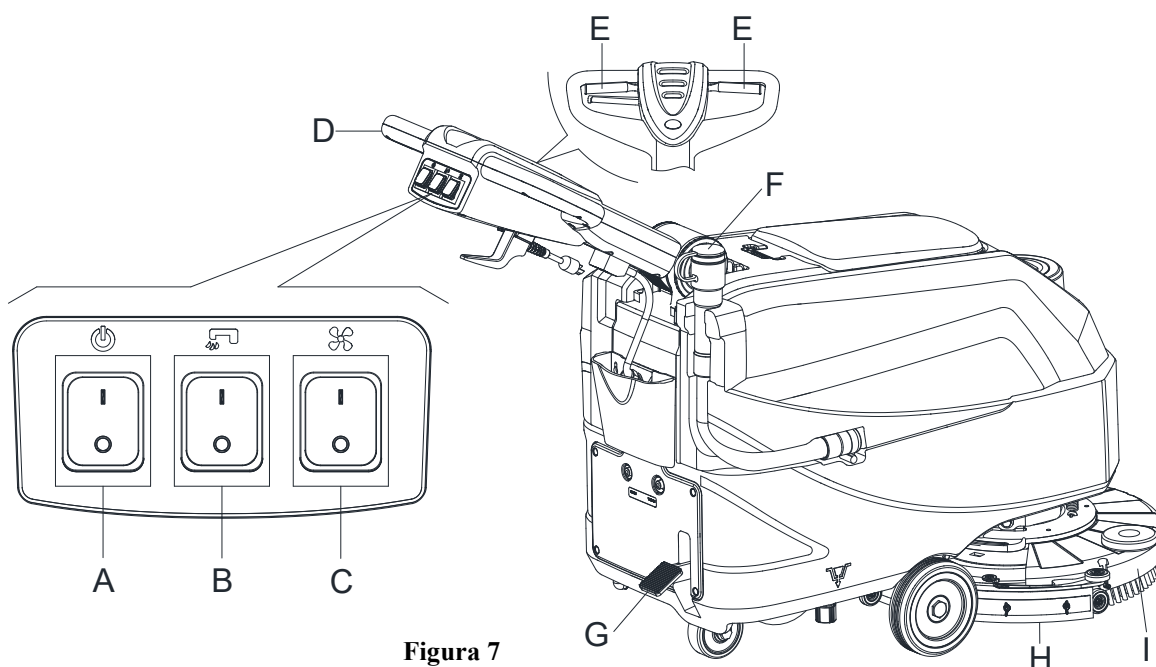
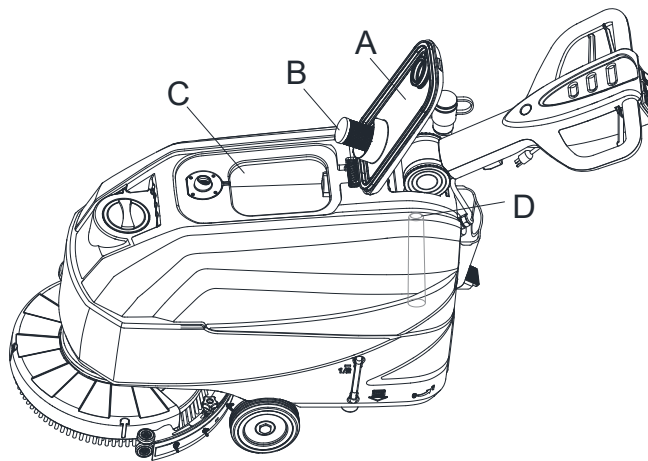

Figura 7
Figura 9
2. Duceți mașina spre zona de curățat, împingând-o cu mâinile pe ghidon (D, Figura 7).
3. Coborâți puntea suportului periei/lavetei (I, Figura 7) și raçleta (H) ridicând pedala (G).
4. Acționați comutatorul de alimentare (A, Figura 7) în poziția „I”.
5. Acționați comutatorul soluției (B, Figura 7) în poziția „I”. (Lucați simultan cu comutatorul de siguranță (E) pentru a controla supapa cu solenoid.)
6. Acționați comutatorul de aspirare (C, Figura 7) în poziția „I”.
7. Începeți curățarea apăsând mașina cu mâinile de pe ghidon (D, Figura 7) și apăsând pârghia de comutare de siguranță (E, Figura 7).
Pentru a deplasa mașina înainte, apăsați pârghia de comutare de siguranță din stânga sau dreapta (E, Figura 7) sau ambele.
10. Opriți mașina folosind ghidonul (D, Figura 7).
11. După ce ați terminat de folosit mașina, eliberați pârghia de comutare de siguranță (E) pentru a opri suportul de perie/lavetă și supapa cu solenoid.
12. Acționați comutatorul de control al soluției (B) în poziția „OFF” pentru a opri complet debitul de soluție.
13. Acționați comutatorul de aspirație (C) în poziția „OFF”. Sistemul de aspirație se oprește după câteva secunde.
15. Ridicați puntea suportului periei/lavetei (I, Figura 7) și racleta (H) apăsând pedala (G).
2. În timp ce țineți cu ambele mâini ghidonul, apăsați pârghia de comutare de siguranță (E, Figura 7), apoi manevrați mașina și începeți să rașchetați/uscați podeaua.
Un sistem de închidere automată, cu flotor, (B, Figura 9) va bloca sistemul de aspirare când rezervorul de apă recuperată (C) este plin. Dezactivarea aspirării va fi semnalizată printr-o creștere bruscă a frecvenței zgomotului motorului de aspirare, iar podeaua nu va mai fi uscată.
Dacă sistemul de aspirare se oprește în mod accidental (de exemplu, când flotorul este activat ca urmare a unei mișcări bruște a mașinii), pentru a relua funcționarea: opriți alimentarea cu energie și închideți sistemul de aspirare, apăsând comutatoarele (39 și 41), apoi deschideți capacul (A, Figura 9) și verificați ca flotorul din interiorul grătarului (B) să coboare la nivelul apei. Apoi închideți capacul (A) și porniți alimentarea și sistemul de aspirare apăsând comutatoarele (39 și 41).
Când rezervorul de apă recuperată (C, Figura 9) este plin, goliți-l respectând următoarea procedură.
2. Ridicați puntea suportului periei/lavetei (I, Figura 7) și racleta (H) apăsând pedala (G).
4. Goliți rezervorul de apă recuperată cu ajutorul furtunului (F, Figura 7). Apoi, clătiți rezervorul de apă recuperată (C, Figura 9) cu apă curată.
5. Scoateți capacul rezervorului apei recuperate (A, Figura 9) și curățați interiorul capacului și grătarul flotorului de filtrare (B) cu apă curată.
6. Verificați rezervorul de recuperare (D, Figura 9) pentru a identifica orice blocaj cu corpuri străine și curățați-l.